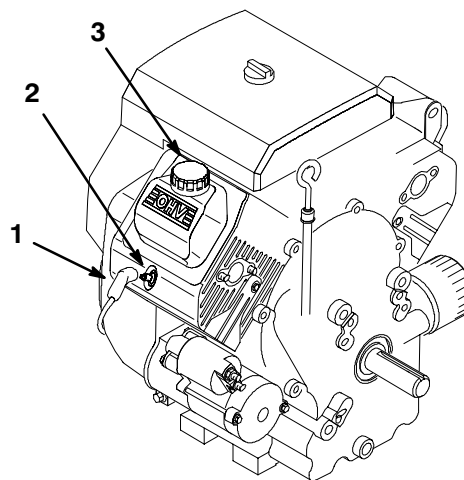

Abbildung 28
6. Langsam ca. 80 % der angegebenen Ölmenge in das Öleinfüllrohr gießen (Abb. 28). Dann den Ölstand kontrollieren. Siehe "Kontrolle des Motorölstands", Seite 14. Langsam Öl nachgießen, um den Ölstand bis zur FULL-Marke am Peilstab zu bringen.
3. Den Draht von der Zündkerze abziehen (Abb. 28). Dann den Bereich um die Kerze herum reinigen, um zu verhindern, dass Schmutz in den Motor gelangen und möglicherweise Schaden verursachen kann.
- Die Kabel auf die Zündkerzen drücken (Abb. 28).